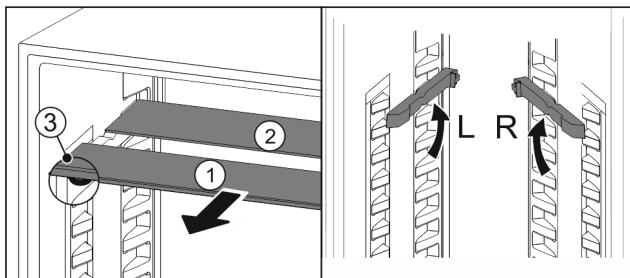

Fig. 24
- Vytiahnite sklené dosky jednotlivo dopredu Fig. 24 (1).
- Sklená doska Fig. 24 (1) s ozdobnou lištou leží vpred.
- Zarážky Fig. 24 (3) ukazujú nadol.